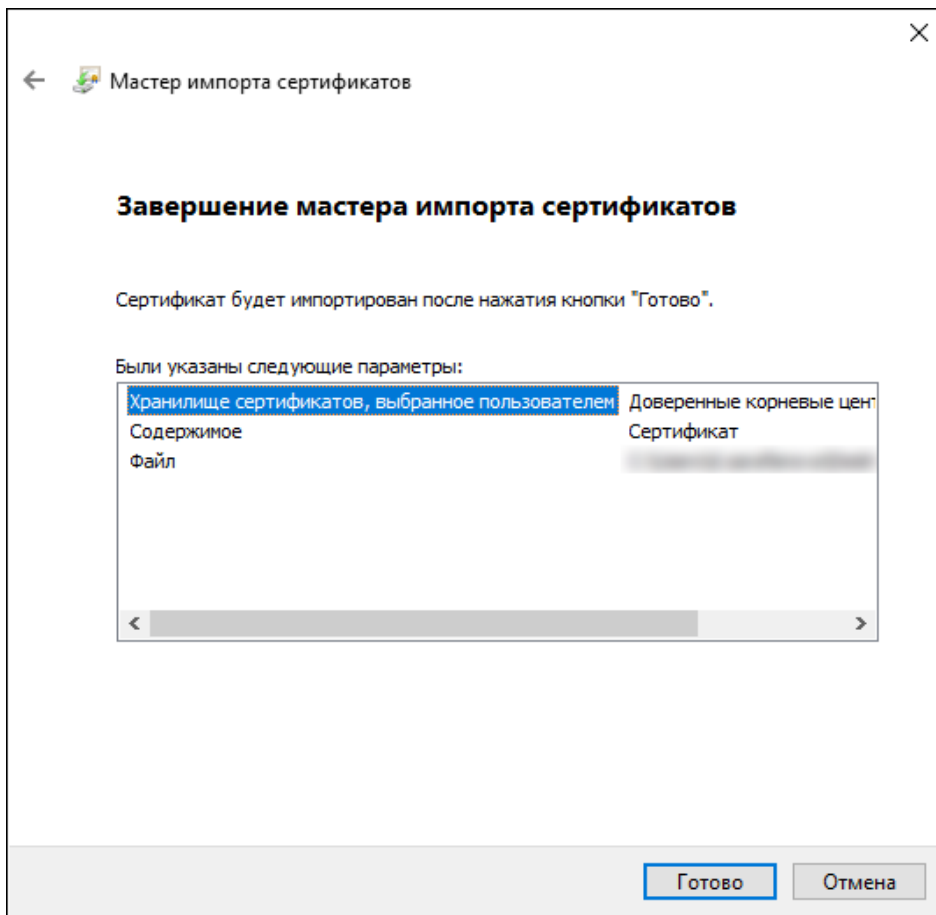

Рисунок 532 - Завершение мастера импорта сертификатов
16.Нажмите **Готово** (Рисунок 532).